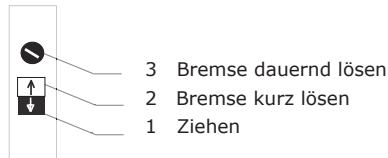

Abb. 7
- Mit Drücken auf den weißen Druckknopf (2) Abb. 7 schaltet man die Bremse aus.
- Mit Drücken auf den schwarzen Druckknopf (1) Abb. 7 rückt die Bremse ein und ermöglicht das Abwickeln des Drahtseiles. Falls ein Abwickeln nicht möglich ist, bedeutet das, dass im System nicht genügend Druck vorhanden ist. Die Gelenkwelle muss eingeschaltet werden, um über diese die Hydraulikpumpe zu aktivieren.
- Falls das Langholz während des Ziehens auf ein Hindernis (Baumstumpf, Wurzel) stößt und stehen bleibt, wurde Ziefunktion unterbrochen da die Zugkraft das Hindernis nicht überwunden hat. So bleibt eine große Kraft im Drahtseil gestaut und wegen der Gefahr einer ruckartigen Abwicklung des Seiles ist es notwendig den weißen Druckknopf (1) in mehreren schnellen Intervallen zu betätigen. Das bedeutet man drückt den Knopf kurz 2-3 mal. Dadurch wird die Spannung im Drahtseil gelöst.